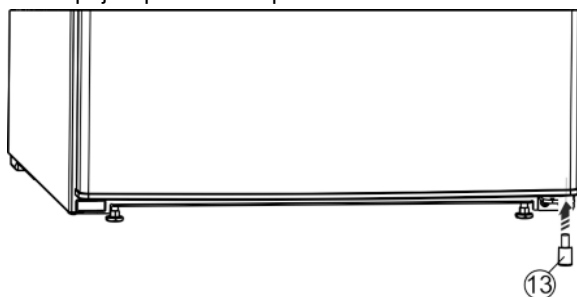

Fig. 6
- Distanční vložku Fig. 6 (13) opět vsadíte vpravo dole do dveří; je důležitá pro stabilitu přístroje.